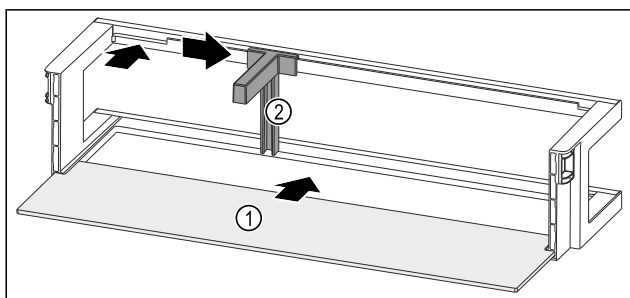

Fig. 95 Dveřní přihrádka s odkládací plochou
- Odkládací plochu Fig. 95 (1) zasuňte do bočních vybrání.
- Držák lahví Fig. 95 (2) vložte do vybrání.
- Držák lahví Fig. 95 (2) posuňte na stranu do požadované polohy.